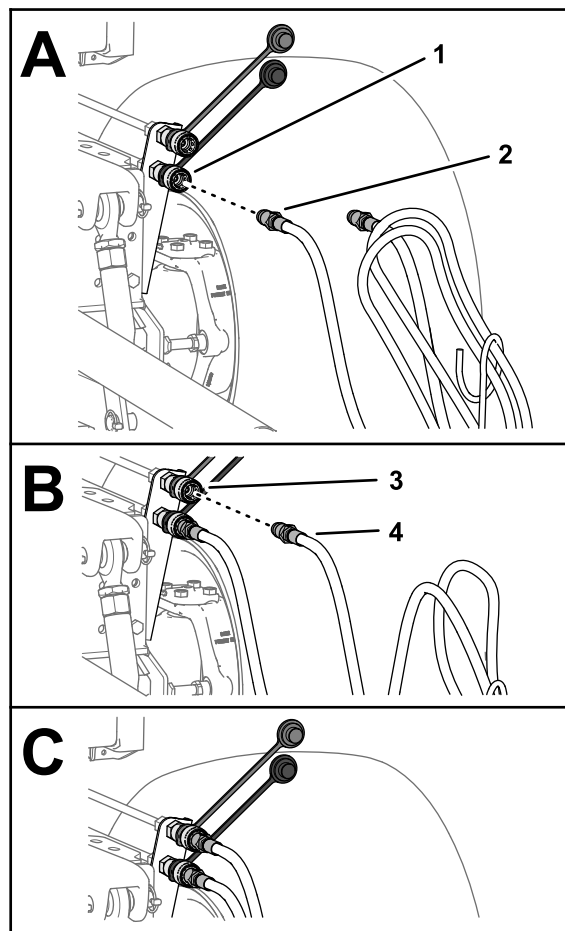

Figura 29
7. Collegate il raccordo a disinnesto rapido del flessibile di estensione dell'attrezzo al raccordo a disinnesto rapido del circuito di estensione (Figura 29).
8. Collegate il raccordo a disinnesto rapido del flessibile di ritrazione dell'attrezzo al raccordo a disinnesto rapido del circuito di ritrazione (Figura 29).